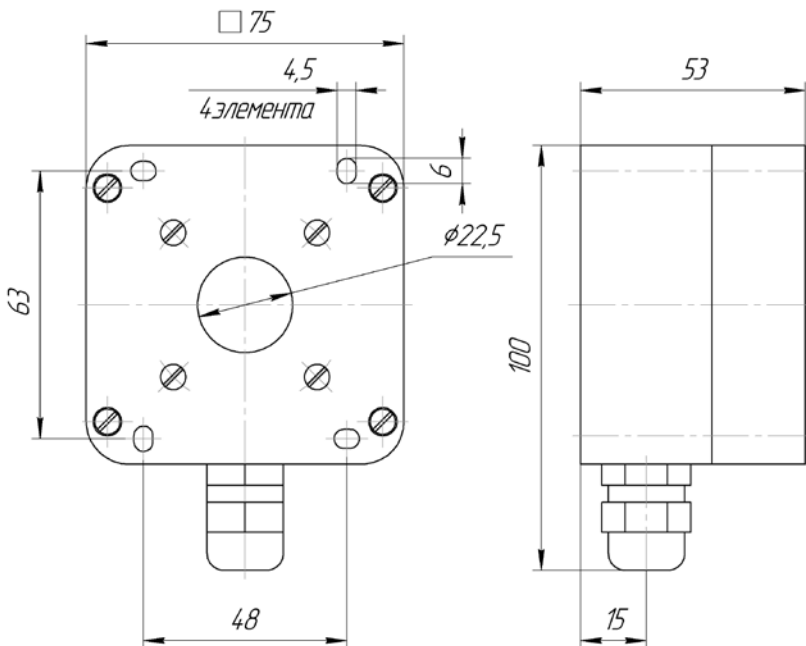

Рис. 2. Габаритные и присоединительные размеры.
7.1. Габаритные и присоединительные размеры даны на Рис. 2.